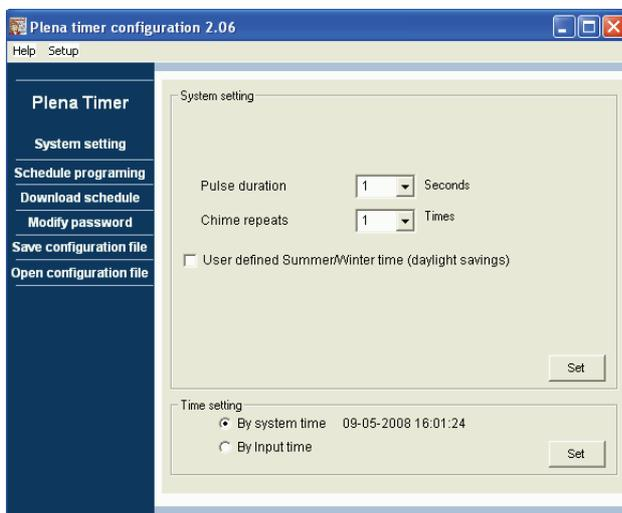

figura 8.10: Menu principale
- 3 Inserire la password (12345678) nel campo Enter password e fare clic sul pulsante OK. Compare il menu principale (vedere la figura 8.10).
Dopo aver inserito la password corretta, compare il menu principale (vedere la figura 8.10). Utilizzare i pulsanti blu sulla sinistra della finestra per accedere a tutte le finestre del software di configurazione.